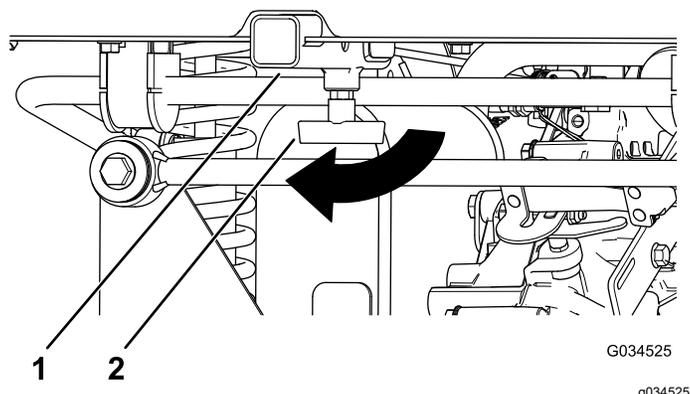

図 19
1. T 字ハンドルを右に回してゆるめる 図 19。
まで押し込む 図 19。